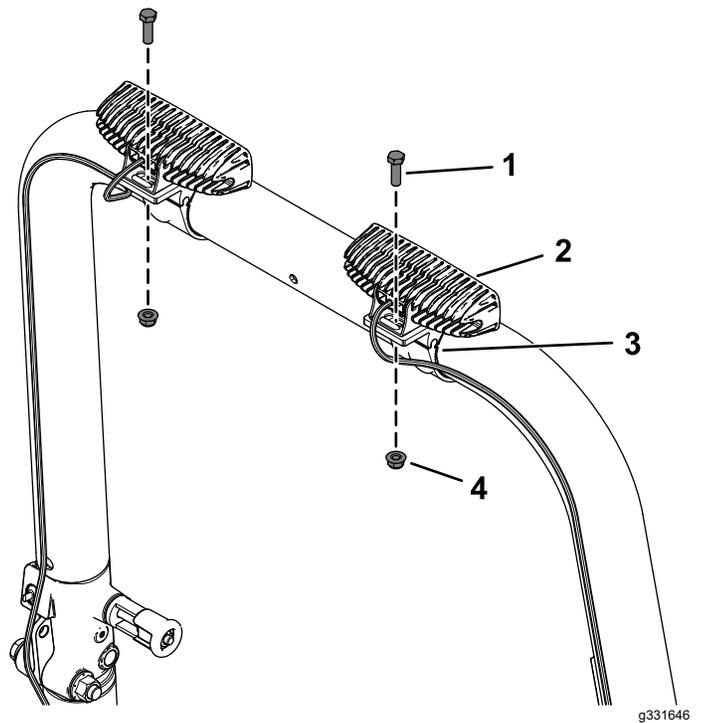

Figura 2
3. Prenda as duas luzes LED nas duas braçadeiras de tubos utilizando os dois parafusos de cabeça sextavada (5/16 pol. x 1 pol.) e duas porcas de bloqueio (5/16 pol.) como se mostra na Figura 2.